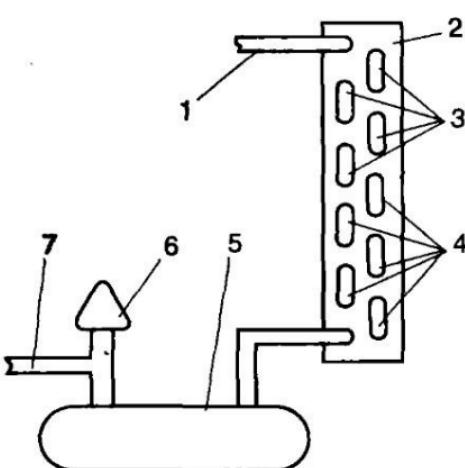

Рис. 51. Проверка наличия жидкого хладагента в конденсаторе:
14.6. Избыток хладагента в системе повышает давление нагнетания. Это происходит вследствие того, что избыток жидкого хладагента занимает определенный объем в конденсаторе, необходимый для конденсации пара. В результате избыточного количества хладагента в системе, по крайней мере, половина труб конденсатора будет холоднее остальных. Холодные трубы заполнены жидким хладагентом (рис. 51). В том случае, если для питания испарителя хладагентом используют капиллярную трубку, то давление всасывания будет выше нормы, а всасывающий трубопровод будет холоднее обычного и может быть покрыт слоем инея (в зависимости от количества избыточного хладагента).